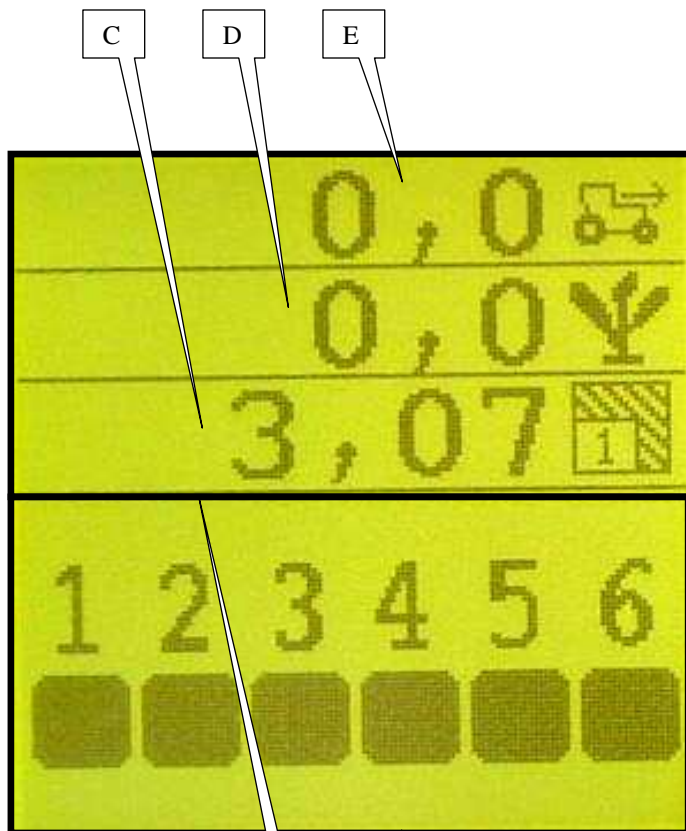

Fig. 1
Après la mise sous tension de la console, l'écran principal (Fig. 1) qui correspond au mode utilisation apparaît. Cet écran est divisé en deux parties, la partie supérieure A et la partie inférieure B.
- C : compteur de surface partiel (Fig. 1)
- D : population moyenne (Fig. 1)
- E : vitesse d'avancement (Fig. 1)
After the console has been switched on, the main, use mode, screen (Fig. 1) will appear.